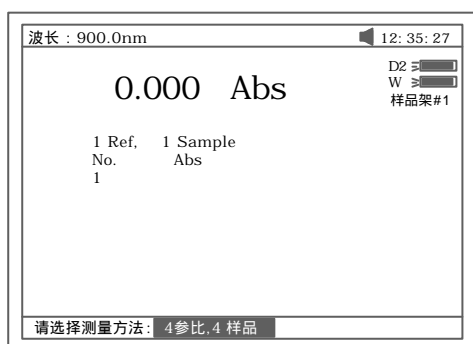

图 102
- a. 按【F1】键设置实验方法 (图 102)。有四种方法供选择：单参比单样品，一参比二样品，一参比三样品，一参比四样品，一参比五样品，一参比六样品。